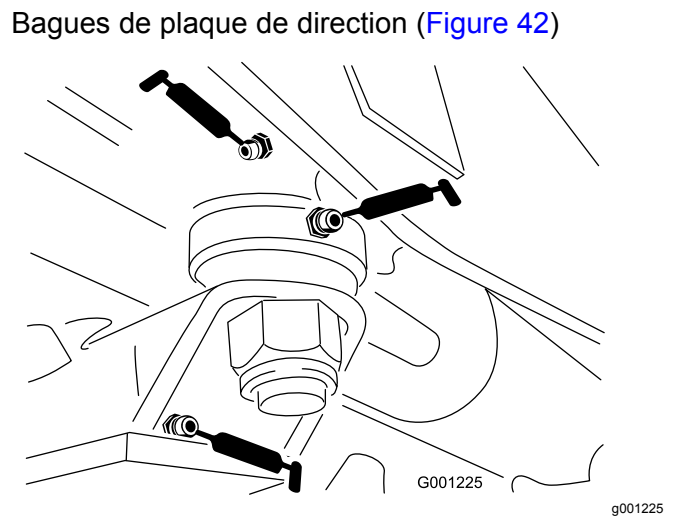

Figure 42
- Bague d'axe de fusée (Figure 42)